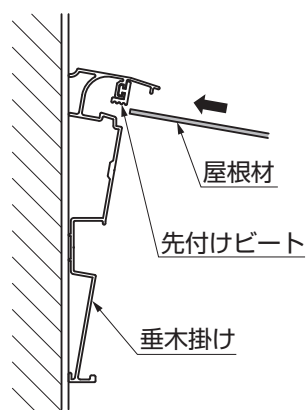

図11-2 A部詳細図
- ①屋根材受けを、垂木と垂木の間位置合わせしてください。
- ②屋根材を垂木掛けに、差込んでください。(図11-2参照)